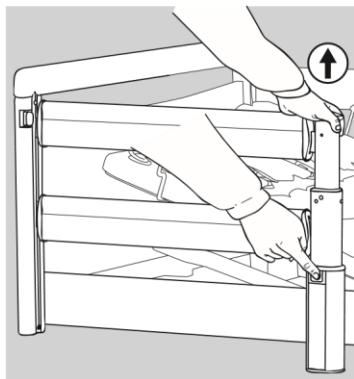
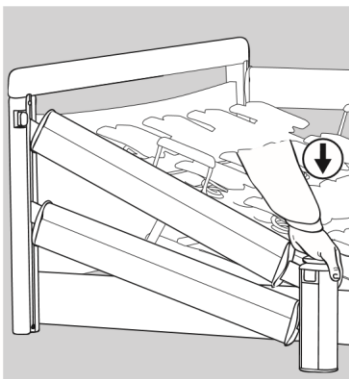

Fig. 1
Fig. 2
Per abbassare un elemento della protezione laterale, afferrare con una mano il pomello superiore (1) del montante centrale, **sollevarlo leggermente** e premere il pulsante di sblocco (2) sul montante centrale verso l'interno con l'altra mano (Fig. 1). La protezione laterale viene sbloccata sul lato corrispondente e può essere facilmente abbassata fino all'arresto. La protezione laterale è ora diagonale (Fig. 2).